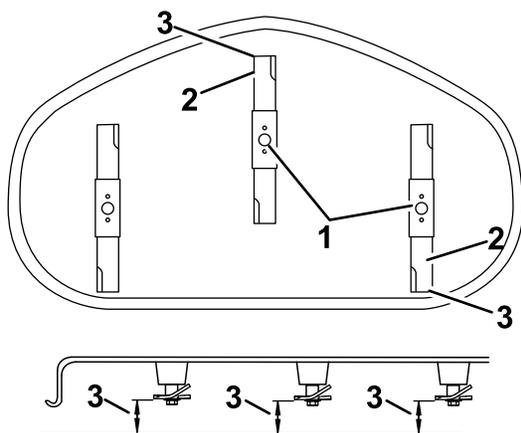

Figura 67
5. Meça da ponta da lâmina da frente até à superfície plana e da ponta da lâmina de trás até à superfície plana (Figura 66 ou Figura 67).